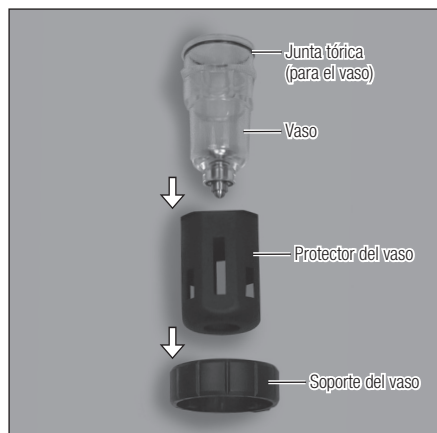

Fig. 37
- 10) Inserte el vaso en el protector del vaso y luego insértelos en el soporte del vaso (Fig. 37).